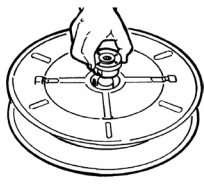

FIG 6
- Take out the shaft from the spring housing. Fig.6.
- Ta bort axeln från fjäderhuset. Fig.6